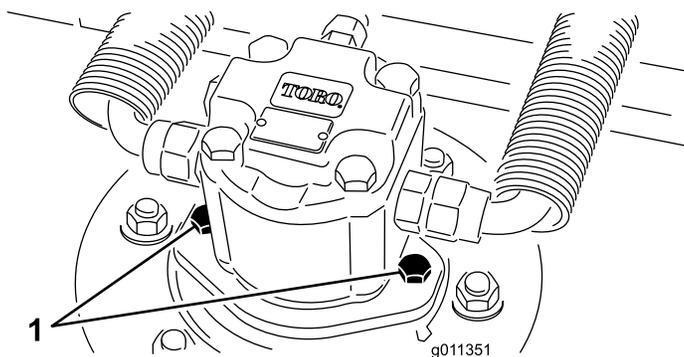

Figura 78
2. Scollegate e staccate il motore idraulico dall'apparato di taglio (Figura 78). Coprite la parte superiore del fusello per impedire che venga contaminato.
3. Montate il motore idraulico sull'apparato di taglio (Figura 78). Verificate che l'anello toroidale sia in sede e non sia danneggiato.